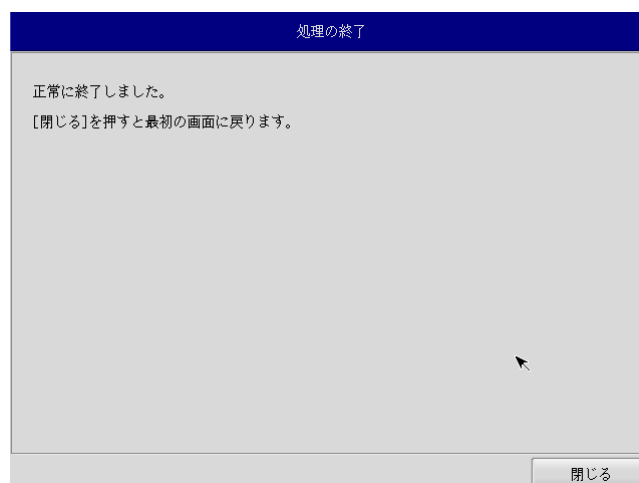

図 6-3-6. 終了画面
- ⑧ 終了画面（図 6-3-6）が表示されるとバックアップ作業は完了です。電源を落としてください。